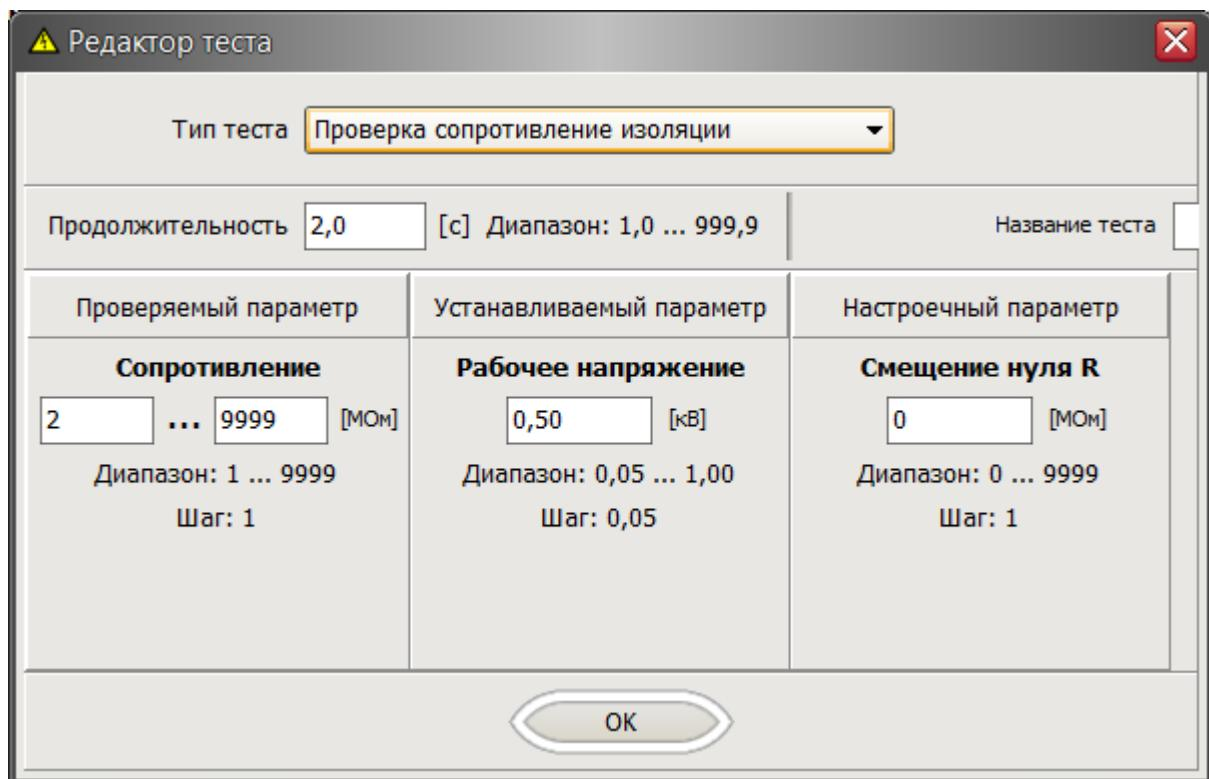

Рисунок 13 – Настройка параметров теста «Проверка сопротивления изоляции»
17. Для теста «Проверка сопротивления изоляции» (IR) задать следующие параметры (рисунок 13):